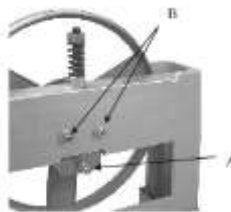

Рисунок 8
1. Ослабьте болты (Рис. 8А).
- Отрегулируйте две гайки (Рис. 8В) до тех пор, пока лезвия не будут перемещаться по центру колеса.
- Затяните болты (Рис. 8А).